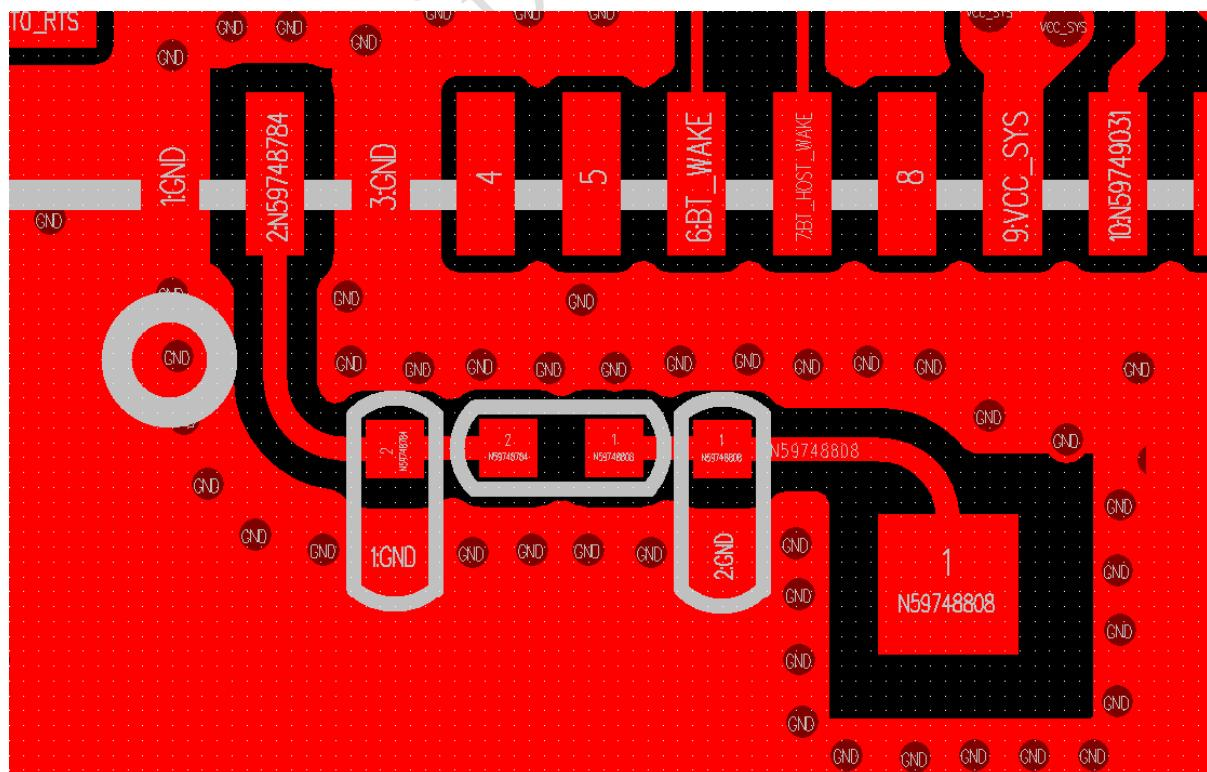

图23-14
- 天线走线有遇到需转向时，不可以用转角的方式，需用弧形走线，如图23-14所示，图23-13为错误的走线方式。